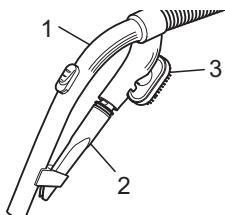

Abb. 5
- Als **Zubehör** sind die Fugendüse und die 2in1-Kombidüse im Lieferumfang enthalten. Sie können an der Zubehörhalterung (Abb. 5/1) befestigt werden.
#### - **Fugendüse (Abb. 5/2)**
- 2in1-Kombidüse (Abb. 5/3) zu verwenden als: